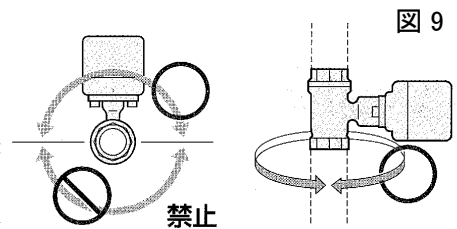

図 9
- アクチュエータ内部に水が浸入する可能性のある、下向きバルブ取付けは行わないでください。配管可能な取付け姿勢は図 9 の通り、アクチュエータが上向きから横向きまでです。